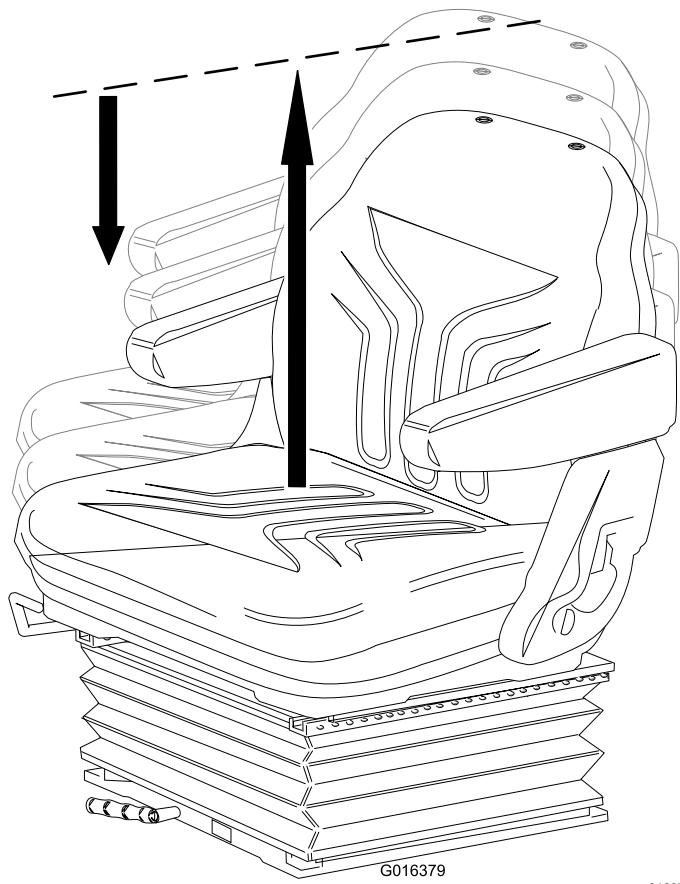

Figura 14
- **Ajuste de altura:** Levante el asiento manualmente para ajustar su altura. Para bajar el asiento, levántelo más allá de su posición más alta, y deje que baje a la posición de altura mínima (Figura 14).